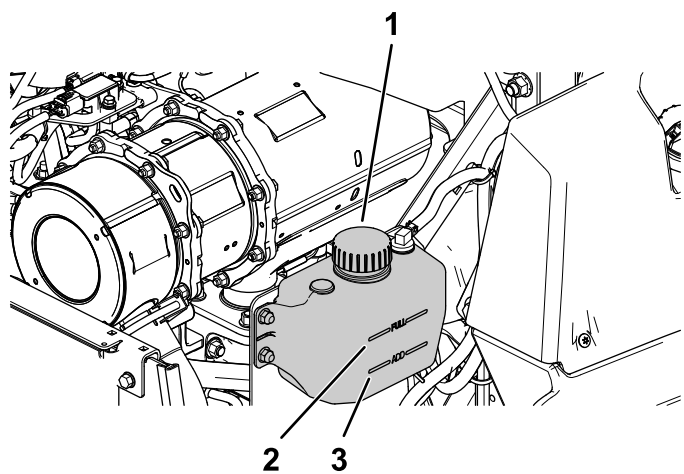

Рисунок 52
4. Перевірте рівень охолоджувальної рідини в розширювачі (Рисунок 52).
5. Якщо рівень охолоджувальної рідини недостатній, вийміть кришку розширювача та додайте вказану охолоджувальну рідину (Рисунок 52).